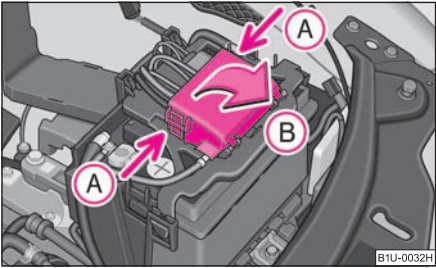

Fig. 170 Capacul bateriei din compartimentul motor
- Concomitent apăsați elementele de fixare ale capacului suportului de siguranțe în sensul indicat de săgeată **A** ⇒ fig. 170 și împingeți capacul în sensul indicat de săgeată **B**.